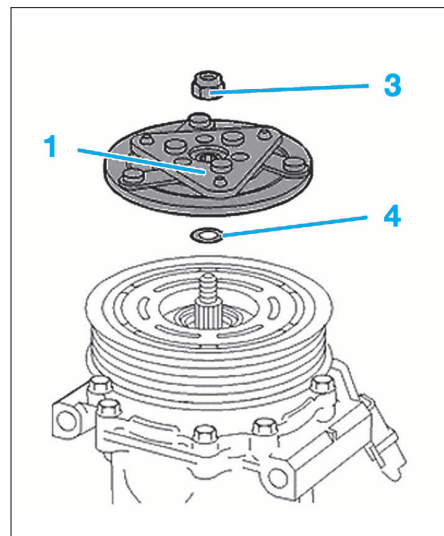

FIG. 44
- Déposer la vis de fixation (3) puis le plateau (1) (Fig.44).